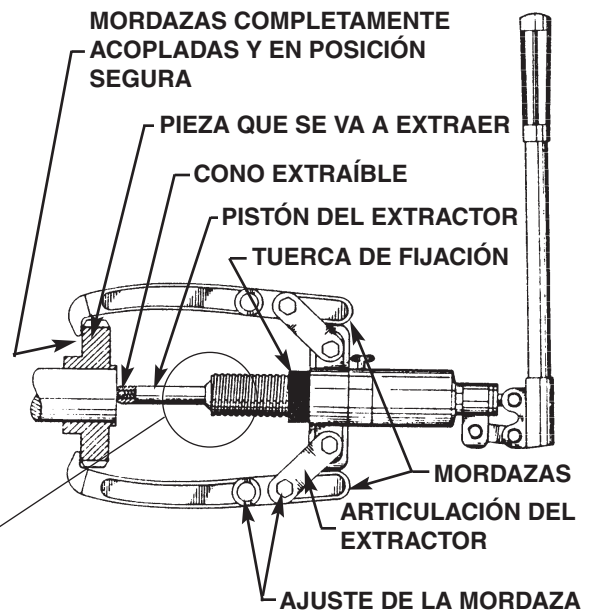

Figura 3
4. Empiece a colocar el extractor y las mordazas del extractor alrededor de la pieza que va a extraer, eliminando la mayor parte de las holguras a base de ir roscando la tuerca de fijación hacia el cuerpo del extractor o ajustando las articulaciones a las mordazas. Bombee con la manivela para hacer avanzar el pistón y deténgase justo cuando el cono extraíble llegue a la pieza. Realice los ajustes finales apretando la tuerca de fijación o el pistón. El extractor debe estar alineado con la línea central de la pieza que se va a extraer, y las mordazas completamente acopladas y en posición segura. Consulte la figura 3.